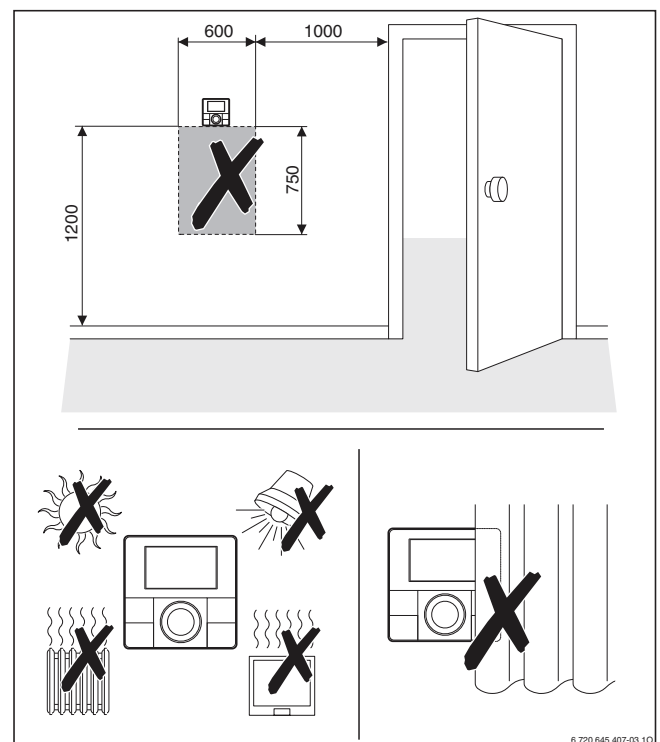

Bild 127 Position der Fernbedienung RC100/RC100 H im Referenzraum (Maße in mm)
- Bedieneinheiten für die raumtemperaturgeführte Regelung im Referenzraum installieren (→ Bild 127).